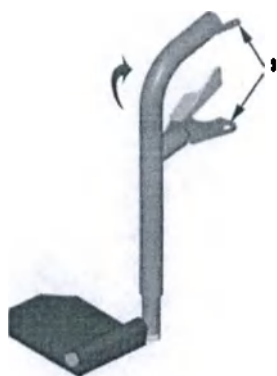

Рис.1.5
5.4.3 Кресла оснащены съемно-откидными, регулируемыми по длине голени подножками, оборудованными икроножными ремнями-упорами. Для установки подножки наденьте ее креплениями (поз.1, рис.1.5) на соответствующие крепления на раме, затем отведите подножку внутрь рамы до щелчка. Для снятия подножки нажмите на флажок (поз.1, рис.1.6) и отведите подножку в сторону, затем извлеките подножку из креплений движением вверх. Для регулировки подножки по длине голени ослабьте болт (поз.1, рис.1.7), установите подножку на нужную высоту, затяните болт.